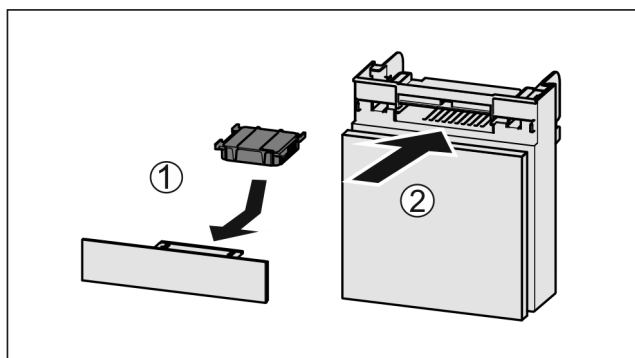

Fig. 51
- ▶ Wkładać Fig. 51 (1) filtr z węglem aktywowanym zgodnie z ilustracją.
- ▶ Wsunąć komorę Fig. 51 (2).